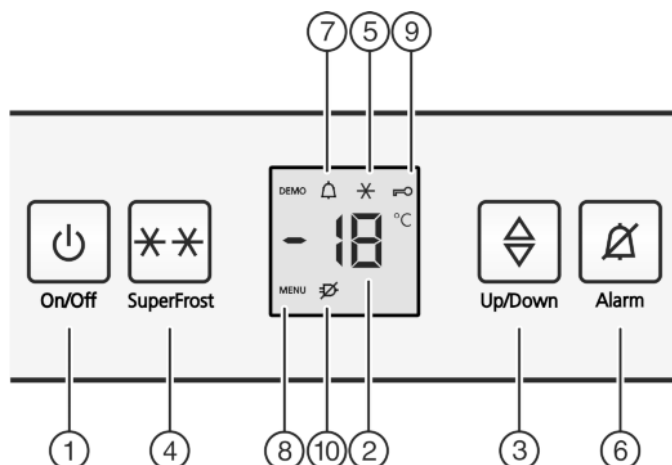

Fig. 2
- Symbol SuperFrost Fig. 2 (5) bliká společně s ukazatelem teploty.*
- Stiskněte tlačítko On/Off Fig. 2 (1).
- ▷ Spotřebič je zapnutý. Ukazatel teploty a symbol Alarm Fig. 2 (7) blikají, dokud teplota není dostatečně nízká.
- ▶ Zapnutí seřizovacího režimu: Stiskněte tlačítko SuperFrost Fig. 2 (4) asi na 5 sekund.
- ▷ Na displeji se zobrazí Symbol menu Fig. 2 (8).
- ▶ Potvrďte krátce tlačítkem SuperFrost Fig. 2 (4).
- ▷ Na displeji svítí Symbol dětské pojistky Fig. 2 (9).
- ▶ Stiskněte krátce tlačítko On/Off Fig. 2 (1).
- ▷ Symbol dětské pojistky Fig. 2 (9) zhasne.
- ▶ Stiskněte tlačítko Alarm Fig. 2 (6).
Současně bliká ukazatel teploty a symbol Alarm Fig. 2 (7).
Výstražný bzučák se vypne automaticky, symbol Alarm Fig. 2 (7) se vypne a ukazatel teploty přestane blikat, když je teplota zase dostatečně nízká.